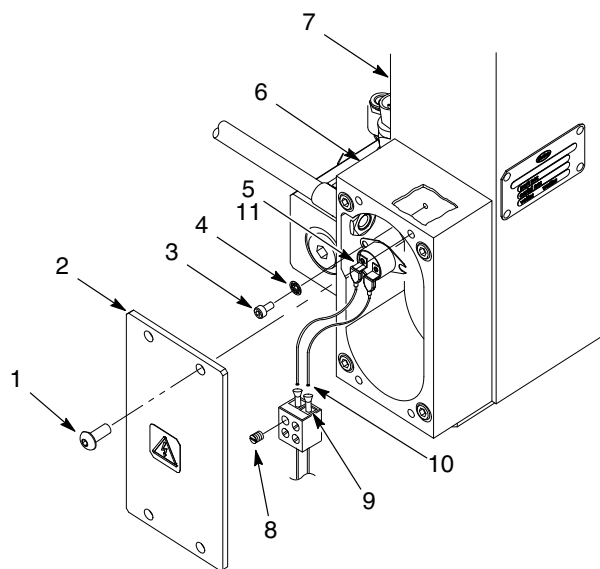
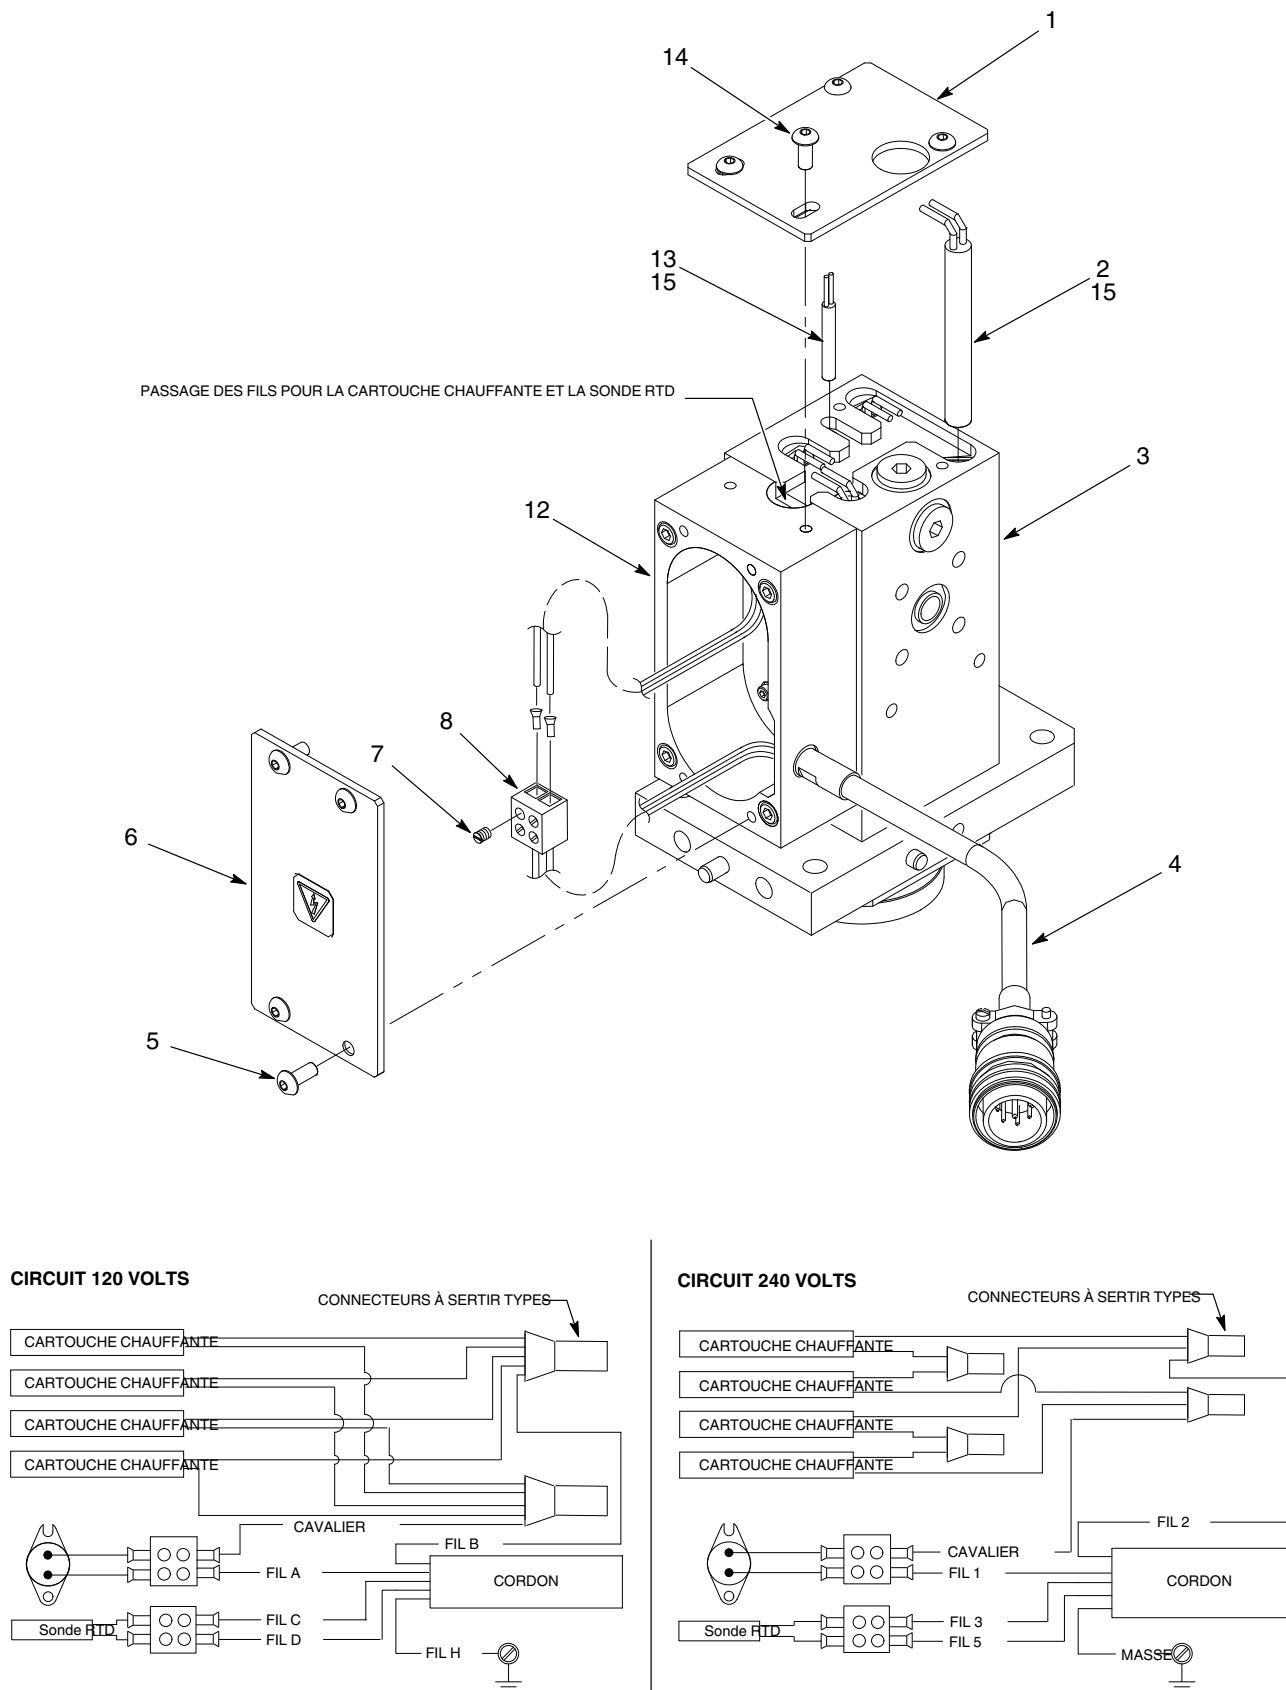

Figure 15 Remplacement du thermostat
Figure 16 Réparation de l'élément chauffant et de la sonde RTD
1. Voir la figure 15. Retirer les vis (1) qui fixent le cache latéral (2) au coffret de l'élément chauffant (6).
2. Desserrer la vis (8) du connecteur (9) et retirer les fils du thermostat.
3. Retirer les vis (3) et les rondelles freins (4) qui fixent le thermostat (5) au boîtier (7).
4. Appliquer de la pâte thermique (10) sur le thermostat (5). Fixer le thermostat à l'aide des rondelles freins (4) et des vis (3). Serrer fermement les vis.
6. Desserrer la vis (8) du connecteur (9) et retirer les fils du thermostat. Voir la figure 16 pour le schéma de câblage si nécessaire.
7. Fixer le cache latéral (1) sur le coffret de l'élément chauffant (6) à l'aide des vis (2). Serrer fermement les vis.
1. Voir la figure 16. Retirer les vis (14) qui fixent le cache inférieur (1) au coffret de l'élément chauffant (12) et au boîtier (3).
2. Retirer les vis (5) qui fixent le cache latéral (6) au coffret de l'élément chauffant (12).
4. Retirer prudemment la cartouche chauffante (2) du boîtier (3).
5. Appliquer de la pâte thermique (15) sur la cartouche chauffante. Installer la cartouche chauffante dans le boîtier (3). Faire passer les fils de l'élément chauffant à travers le boîtier (3) et le coffret de l'élément chauffant (12) comme illustré.
6. Dénuder tous les fils coupés et sertir une cosse neuve sur chaque fil. Voir la figure 16 pour le schéma de câblage si nécessaire.
7. Fixer le cache latéral (6) sur le coffret de l'élément chauffant (12) à l'aide des vis (5). Serrer fermement les vis.
8. Fixer le cache inférieur (1) sur le boîtier (3) et le coffret de l'élément chauffant (12) à l'aide des vis (14). Serrer fermement les vis.
3. Desserrer les vis (7) du connecteur (8) et retirer les fils de la sonde RTD.
4. Retirer prudemment la sonde RTD (13) du boîtier (3).
5. Appliquer de la pâte thermique (15) sur la sonde RTD (13). Installer la sonde RTD dans le boîtier (3). Faire passer les fils de la sonde RTD à travers le boîtier (3) et le coffret de l'élément chauffant (12) comme illustré.
7. Insérer les fils de la sonde RTD dans le connecteur (8). Serrer la vis (7).
9. Fixer le cache latéral (6) sur le coffret de l'élément chauffant (12) à l'aide des vis (5). Serrer fermement les vis.